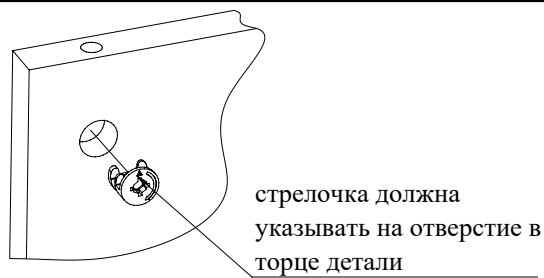

Рис.2
2. Вставьте головки минификсов в детали 2, 3, 4, 5, 6, 7, 8, 9 (Рис. 2).